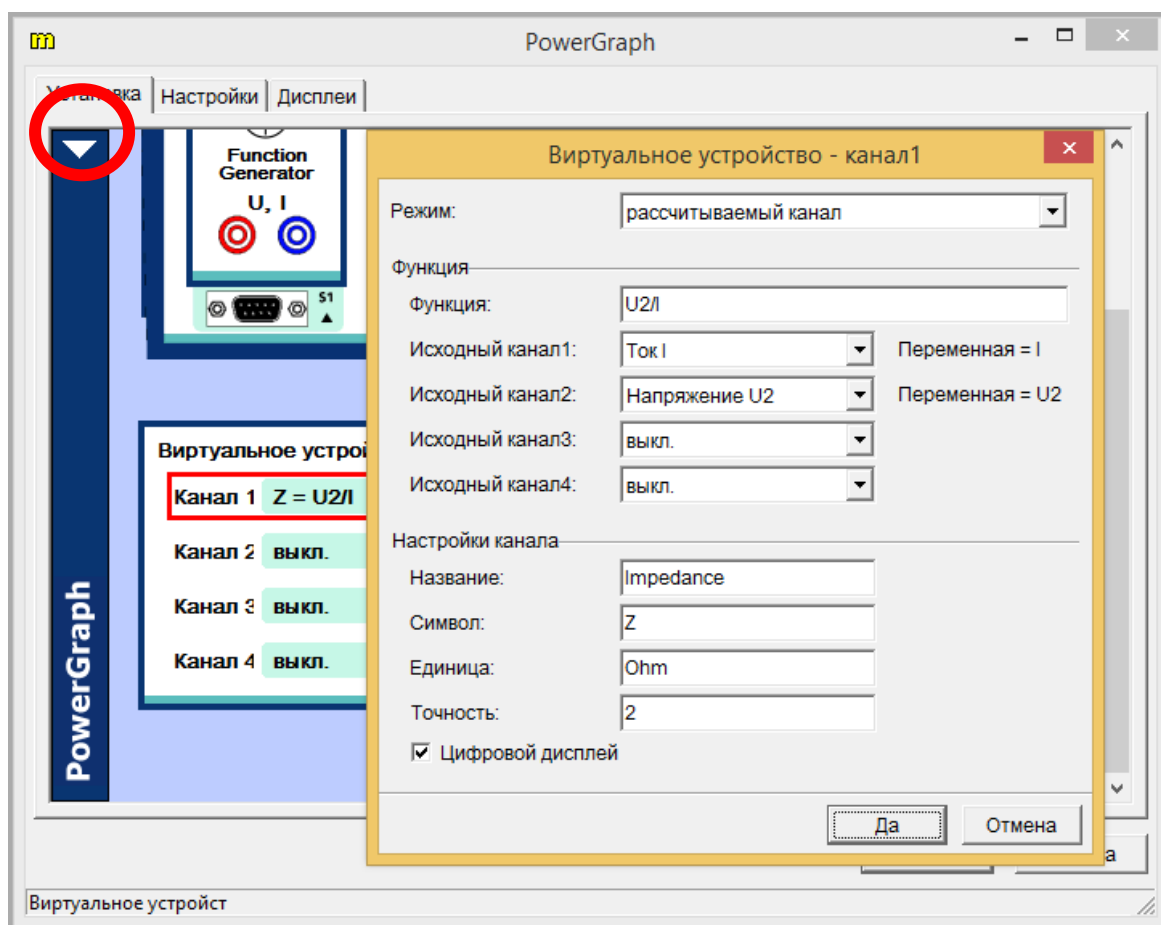

Рис. 12. Параметры нового устройства.
7. Нажмите на белый треугольник (в левом верхнем углу) окна PowerGraph и добавьте новое устройство. Для первого канала установите параметры, указанные на рис. 12.